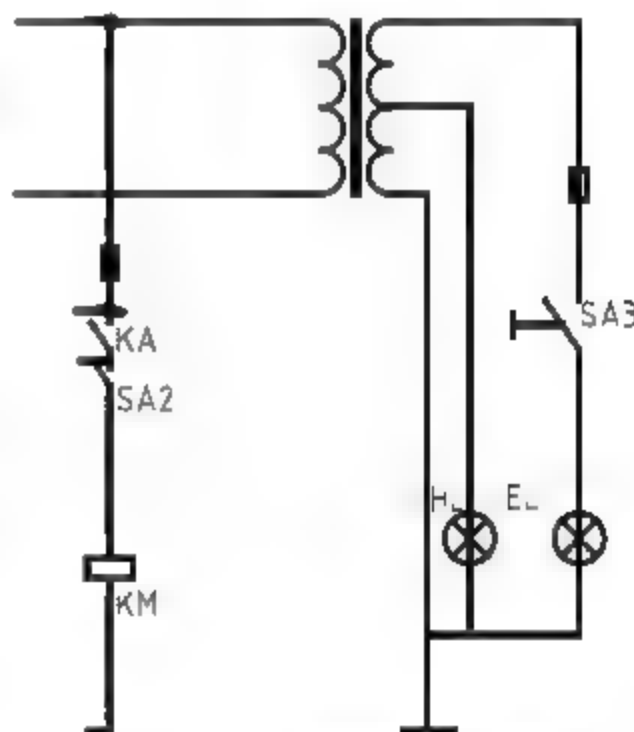

图4-162 照明指示回路
照明指示回路一般指由电源、开关、照明灯具等构成的电流通路。通过绘制如图4-162所示的照明指示回路设计图形, 主要学习【多段线】、【复制】以及【直线】命令的应用方法。
(10) 将【文字】图层置为当前。调用MT【多行文字】命令，在绘图区域中创建多行文字，见图4-162。